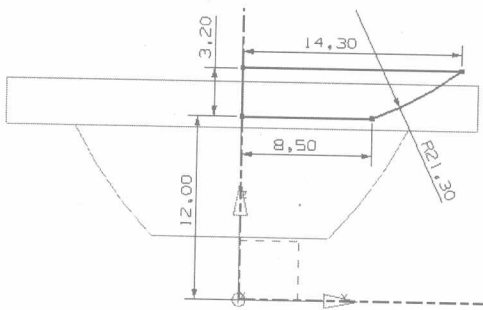
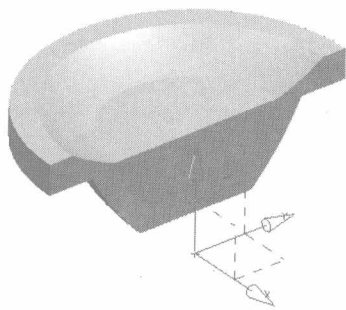

图1-5
图1-6
- (1) 在菜单栏中选取【插入】/【设计特征】/【回转】命令，弹出【回转】对话框，激活【草图截面】，弹出【创建草图】对话框。
- (2) 设置类型为【在平面上】方式, 选取 $yc-zc$ 平面作为草绘的平面, 单击 **确定** 按钮进入草图, 绘制图 1-5 所示的图形。
- (3) 在【草图生成器】工具条中单击 **完成草图** 按钮, 退出草绘界面, 返回【回转】对话框。
- (4) 指定 zc 轴作为回旋中心轴, 输入角度值为“180”。
- (5) 在【布尔】栏中设置布尔的方式为【求差】, 单击 **确定** 按钮创建回转特征, 如图 1-6 所示。